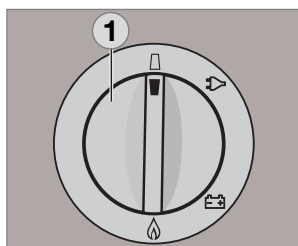
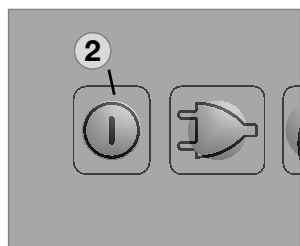

Fig. 40
Fig. 41
- En los modelos de ignición de pila, ponga el conmutador de selección de energía (1) en la posición "OFF". El aparato está desconectado (Fig. 40).
- Los modelos MES y AES se desconectan mediante la tecla (2). Mantenga pulsada la
tecla (2) durante 3 segundos. La indicación desaparece y el aparato estará totalmente desconectado (Fig. 41).